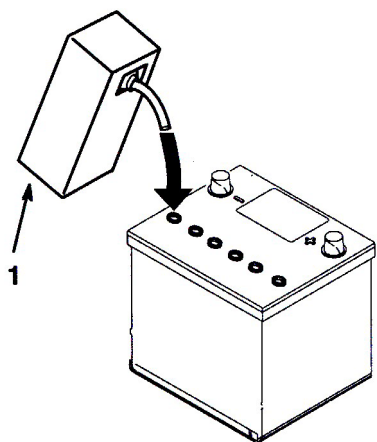

図 3
4. 電極板が液を吸収するまで20～30分程度待つ。各セルの電極板が液面下 6 mm 程度に水没するように、必要に応じて電解液を補充する (図3)。